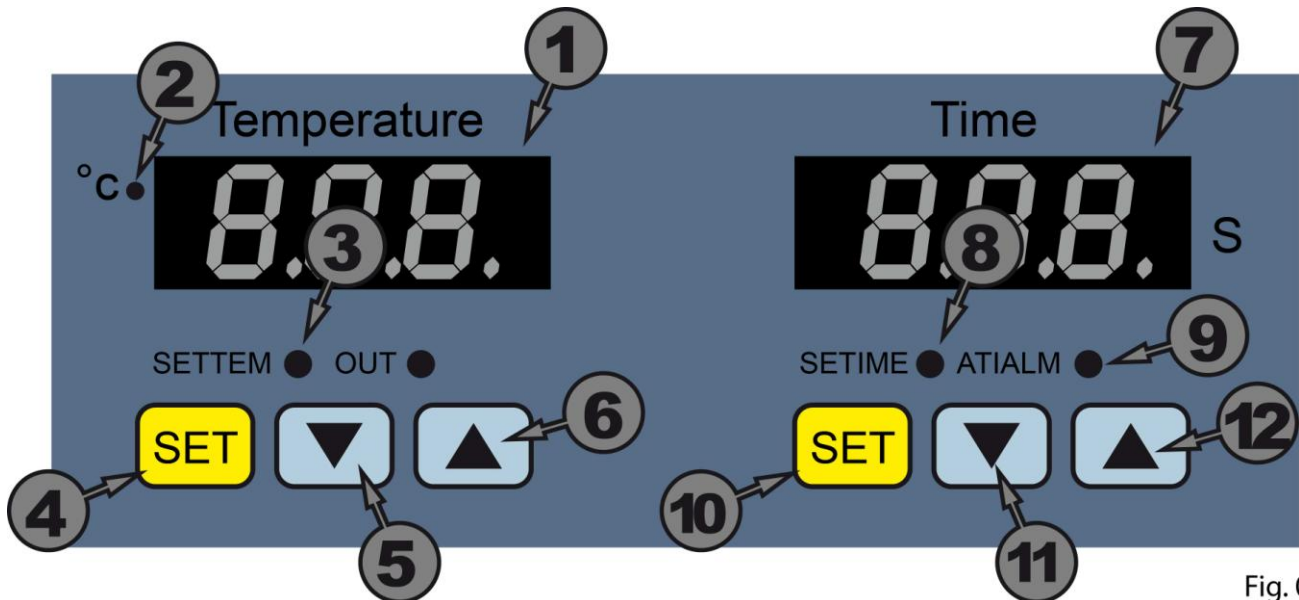

Fig. 02
- E. L'écran *fig.02 (1)* affiche température réelle (mesurer par la sonde) et l'écran *fig.02 (8)* affiche le temps de chauffe.